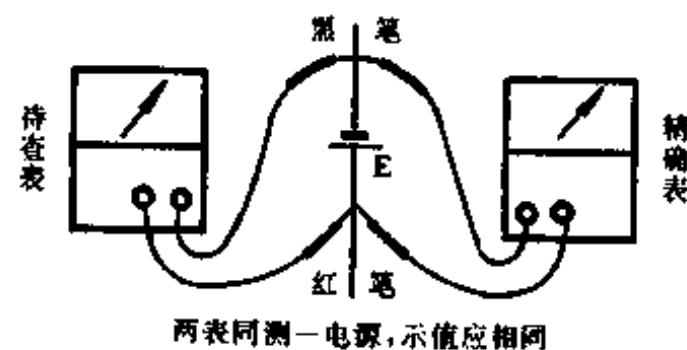

图 17
(1) 外观检查。表面光亮，刻度清晰、无污点，表壳无划痕、裂缝，后盖配合紧密不松动。
(2) 手感检查。拧转换开关及电阻调零旋钮应轻松但无飘浮感，无杂音。机械调零旋钮灵活而不晃动且调零自如。摇动时内部无杂乱撞击声。
(3) 平衡检查。机械调零后将表旋转 360° ，指针应始终在零点附近均匀来回小幅摆动。将表在垂直、水平、左侧、右侧四个位置各倾斜 10° 应看不出指针偏移。将表任意放置时表针偏移不应超过 1 小格，否则说明平衡未调好。
(4) 指针及阻尼检查。拿平后水平转动时，指针应不卡扎。竖直方向转动时，指针不严重“点头”。水平晃动时指针不应有太大的晃动，否则说明阻尼不好。
(5) 欧姆挡初查。各欧姆挡均能“电阻调零”，且指针在 0Ω 时能稳定不动。新电池时指针应能超过 0Ω 位置。特别注意 1 和 10 挡调零后，即使用手轻敲表壳，指针也不应有明显位移。若指针在某刻度附近来回摆动后才停下来，则可进一步证实阻尼不好。
(6) 电压挡初查。对 10V 和 10V 挡可用测 1.5V 干电池的方法分别初查(交流挡读数约为 3V ，详见第 38 问)。对 $25\text{V}\sim 100\text{V}$ 挡可用表内层叠电池分别初查。对 $250\sim 500\text{V}$ 挡用 220V 电源检查。对 $250\sim 500\text{V}$ 挡测层叠电池时应看到轻微偏转。有条件时，与高精度表同时测量进行对比检查则更好，检查 V 挡示例如图 17 所示。
(7) 电流挡检查可用电池串上适当电阻进行。